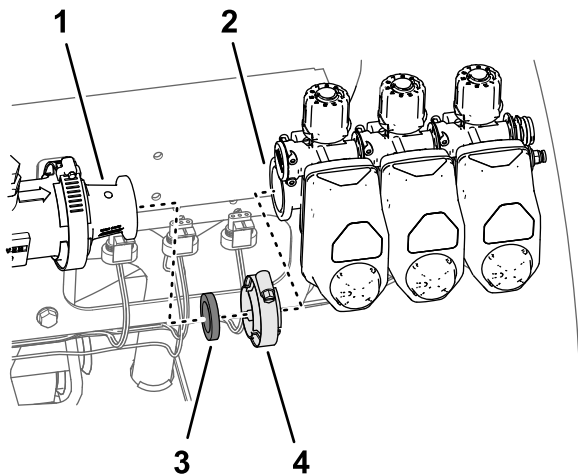

Bild 69
- Nehmen Sie die drei Abschnittsventile von der Maschine ab (**Bild 69**).